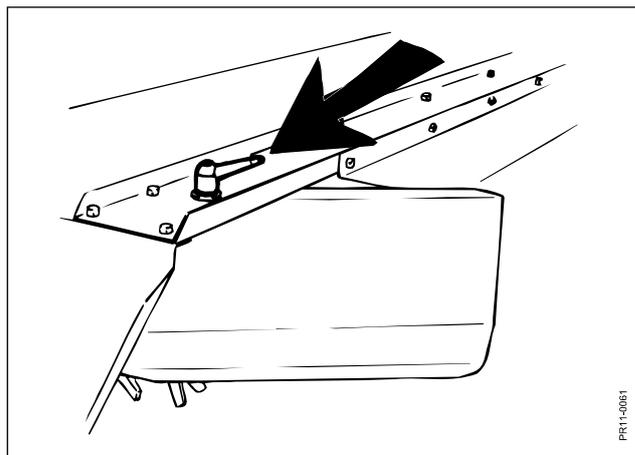

Fig. 3-13
**Fig. 3-13** La largeur de l'andain peut être réglée par l'orientation des tôles. Après desserrage de la poignée vissante sur la plaque supérieure, il est possible de déplacer la tôle vers l'intérieur ou l'extérieur.